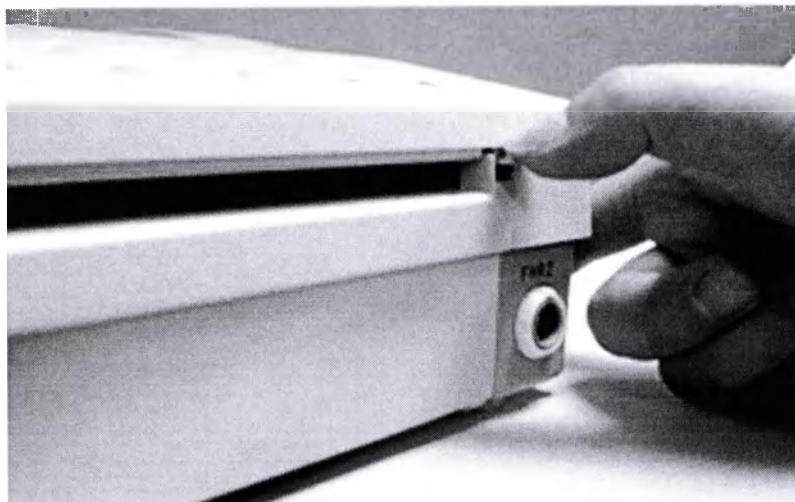

Рис. 6-1
2. Нажмите защелку на крышке регистратора, как показано на рис. 6-1.